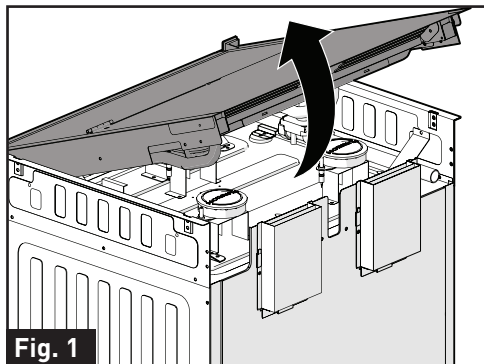
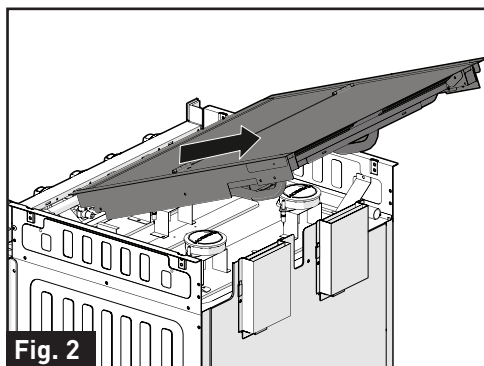

Fig. 1
Fig. 2
2. Tenir le déflecteur du couvercle de verre et le tirer vers le haut afin de le dégager du four (Fig. 1). Pousser légèrement en soulevant pour retirer le couvercle de verre du four. (Fig. 2)